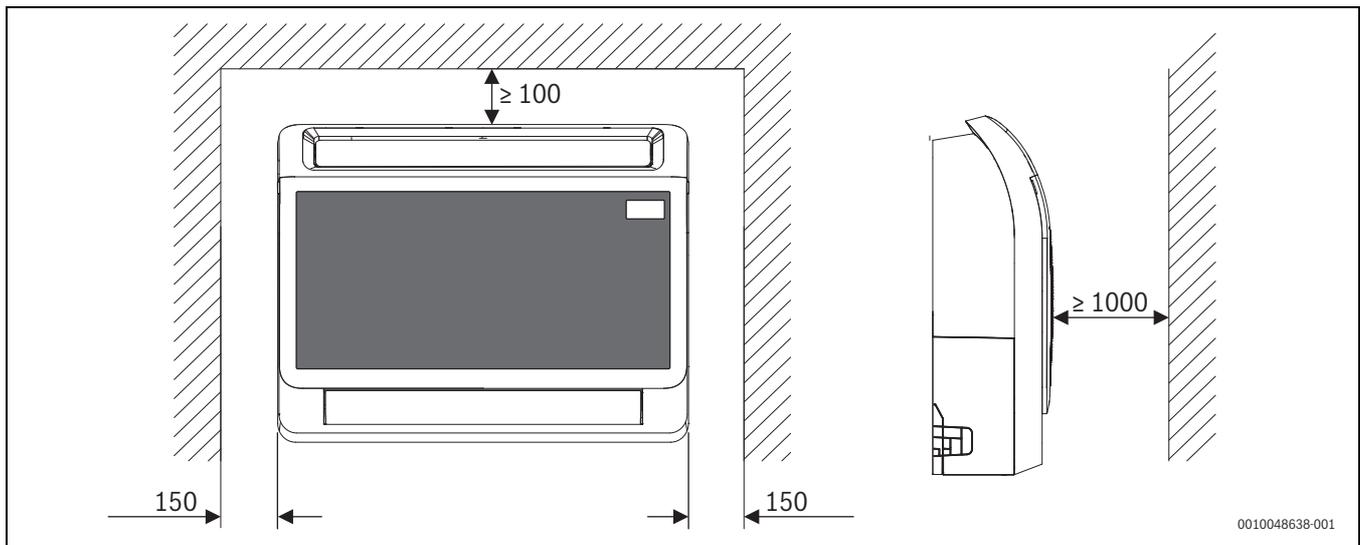
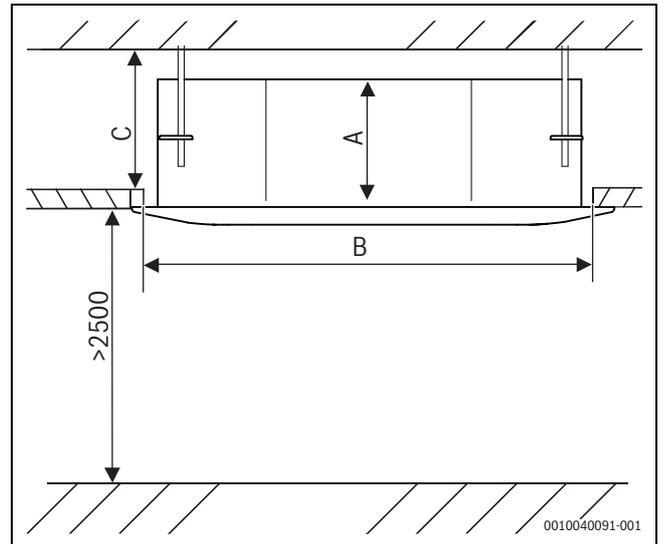
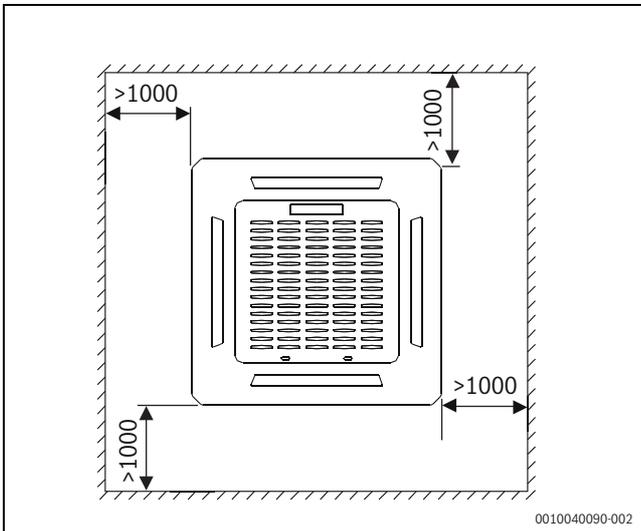

Bild 5 Mindestabstände Inneneinheit (Konsole) (Maße in mm)
Bild 8 Mindestabstände montierte Inneneinheit zur Innendecke (Deckeninstallation) (Maße in mm)
Bild 7 Mindestabstände Inneneinheit (Deckenkassette) (Maße in mm)
- Die Mindestabstände zu Wänden und anderen Hindernissen müssen berücksichtigt werden (→ Bild 3, Bild 5, Bild 7 und Bild 8).